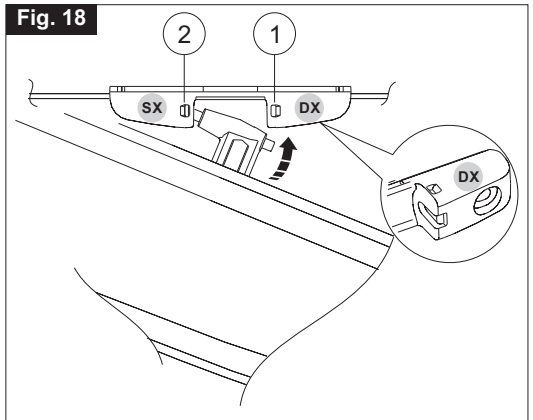

Fig. 19
- 8) **Abb. 19-** Mit den zwei standardgelieferten Schrauben (**Bez. 1**) den Stellantrieb am Fensterkupplungsbügel befestigen;